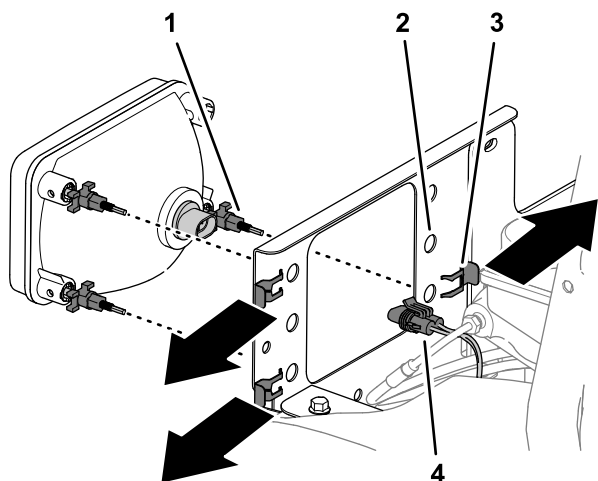

图 43
1. 从大灯后面的 2 针接头拔掉机器线束的 2 插槽接头 图 43。
2. 从 3 个大灯调整螺母卸下 3 个夹子然后从大灯支架上取下大灯 图 43。
5. 将 3 个大灯调整螺母穿过大灯安装支架中的孔用在步骤 2 中卸下的夹子 图 43 固定螺母。